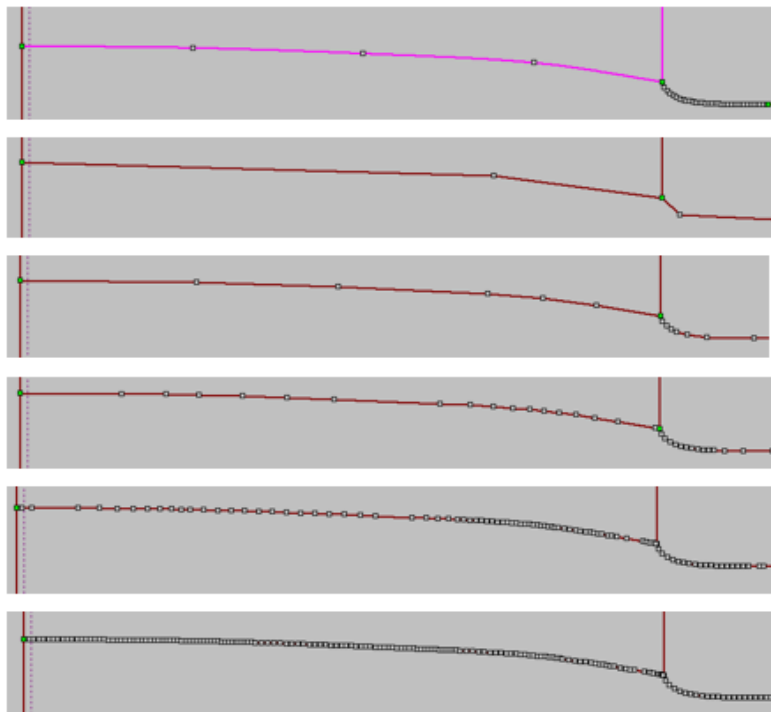

図 2. Spline の近似精度を変更した場合の違い
- CP タブ形状作成時の曲線近似精度の指定オプションの追加 (図 2)